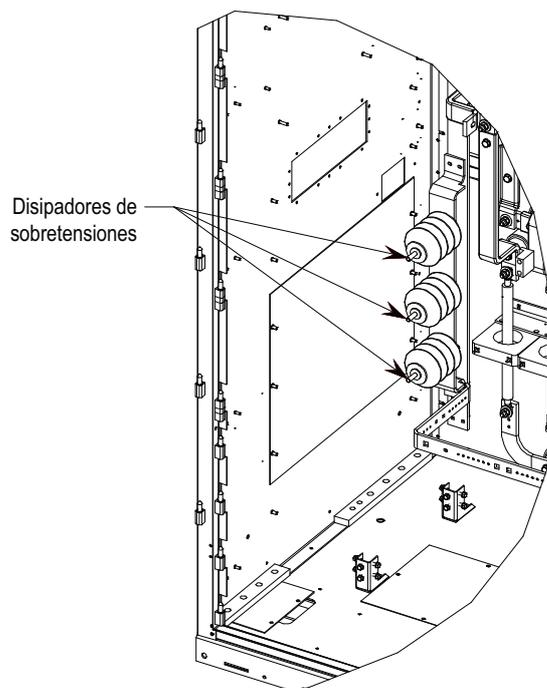

Figura 20 – Disipadores de sobretensiones (modelo estándar)
6. Vuelva a colocar las orejetas de conexión y la tornillería de 6.4 mm (¼ pulg.) (vea la Figura 20).